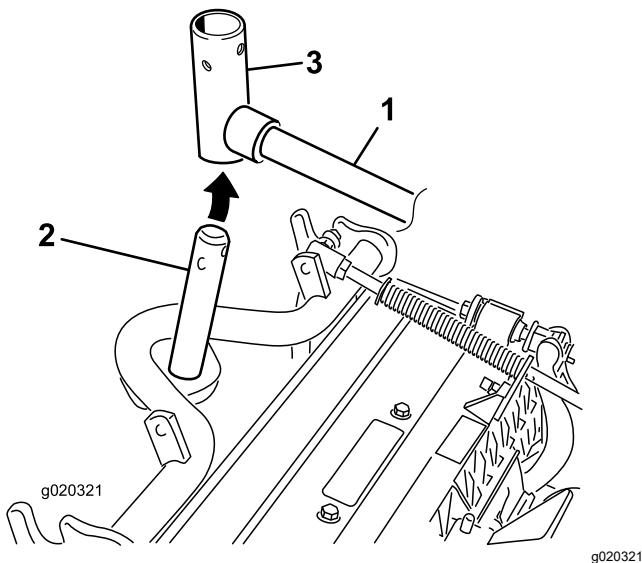

图 7
8. 对于前滚刀组在将承载架轴向上插入提升臂轴枢的同时把滚刀组滑到提升臂下方(图7)。
- B. 将提升臂轭插入承载架轴的上方 (图 7)。